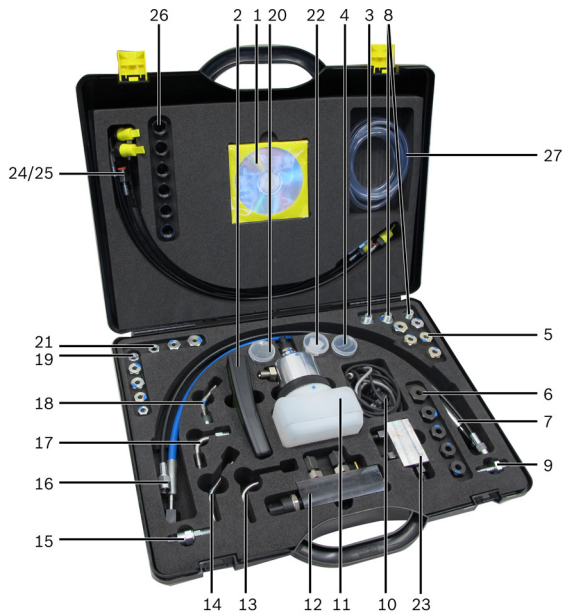

Abb. 1: Liste Diesel Set 3.1
Le module du capteur de pression (fig. 1, pos. 11) est raccordé directement au raccord haute pression des pompes haute pression avec un raccord haute pression à l'aide du flexible 60°MPa noir.
Le capteur de pression (fig. 1, pos. 12) est raccordé directement à un raccord haute pression du rail du véhicule avec le flexible 180 MPa bleu.